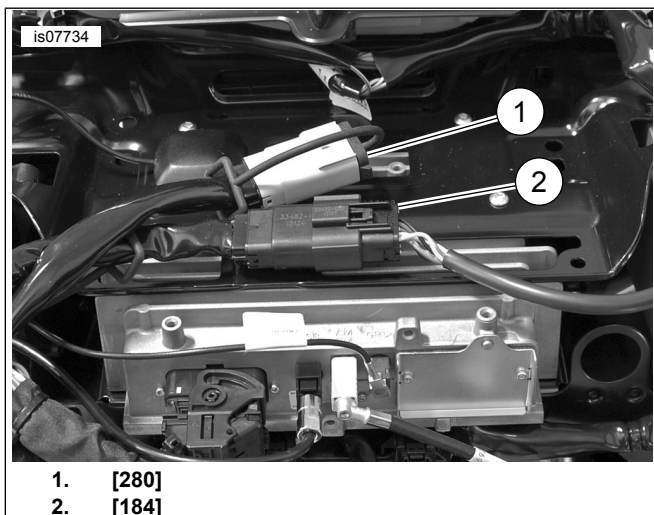

Figure 2. [280] et [184]
7. Voir la figure 2. Libérer les dispositifs de fixation des connecteurs [184] et [280] du support de la radio.